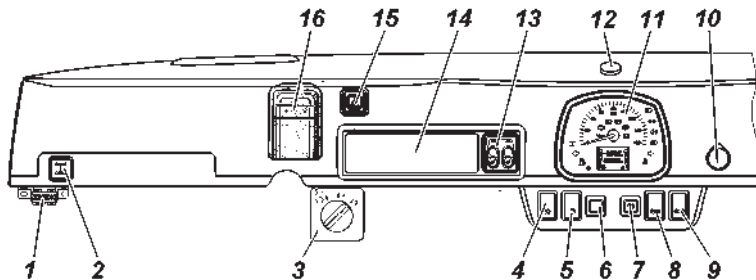
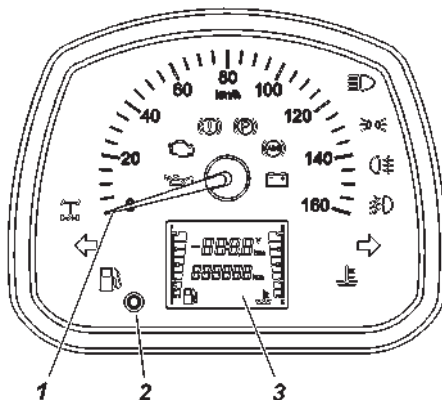

Рис. 3.3. Панель приборов (наименование позиций см. в тексте)
Рис. 3.4. Комбинация приборов (наименование позиций см. в тексте)
На панели приборов (рис. 3.3) расположены:
На рис. 3.4 изображена комбинация приборов.
Для включения блокировки нажмите и удерживайте кнопку 2 на панели приборов (рис.3.3) до включения сигнализатора  блокировки дифференциала заднего моста (рис. 3.4).
На автомобилях, оборудованных антиблокировочной системой тормозов, после включения блокировки происходит автоматическое отключение АБС, в результате чего загорается сигнализатор  неисправности АБС и сигнализатор  неисправности электронного регулятора тормозных сил (EBD) (рис. 3.4). **В связи с тем, что сигнализатор EBD совмещен с сигнализатором неисправности рабочих тормозов, допускается эксплуатация автомобиля с включенным сигнализатором неисправности тормозов красного цвета только при активной блокировке дифференциала.**
Ручное выключение блокировки возможно в любой момент повторным нажатием и удержанием кнопки 2 (рис. 3.3) до выключения сигнализатора  блокировки дифференциала заднего моста (рис. 3.4). Кроме этого, выключение происходит автоматически при выключении зажигания, или при превышении скорости 30 км/час. После выключения блокировки сигнализаторы ,  и  в комбинации приборов (рис. 3.4) гаснут.
- антенна 12 (рис. 3.3) ГЛОНАСС/GPS установленная на панели приборов.